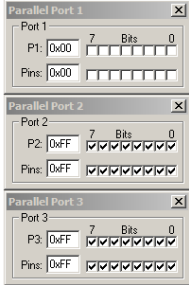

图 21-24 中断运行结果
(7) 手动改变 P3.2 引脚的值，此时可以看到中断仿真界面中相应的“Req”项改变，表示该中断触发。此时，P1 端口递增 1。同样，手动改变 P3.3 引脚的值，则触发外部中断 1。中断运行的结果，如图 21-24 所示。
(8) 当仿真操作完毕后，选择“Debug”→“Stop Running”命令，便可以结束程序的仿真运行。